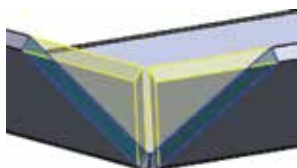

图 5.199 对接闭合角
-  按钮：用于生成如图 5.199 所示的对接闭合角效果。